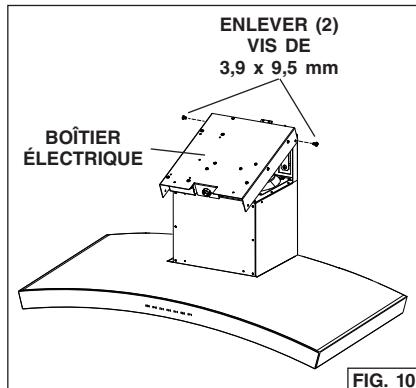
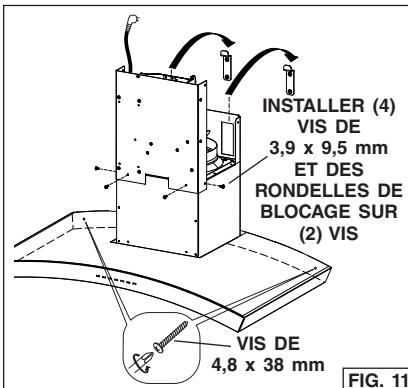

FIG. 10
FIG. 11
1. Enlevez le boîtier électrique du cadre de la cheminée en retirant (2) vis de 3,9 x 9,5 mm. Fig. 10.
2. Fixez le boîtier électrique au cadre à l'aide des (2) vis de 3,9 x 9,5 mm enlevées à l'étape 1 et de (2) vis 3,9 x 9,5 mm et (2) rondelles de blocage du sachet de quincaillerie.
3. Installez la hotte sur les brides de montage au mur. Fig. 11. Réglez les vis de nivellement des brides de montage afin de mettre la hotte de niveau.
4. Marquez et installez (2) vis supplémentaires, tel qu'illustré. Utilisez les chevilles d'ancrage pour cloisons sèches s'il y a lieu.